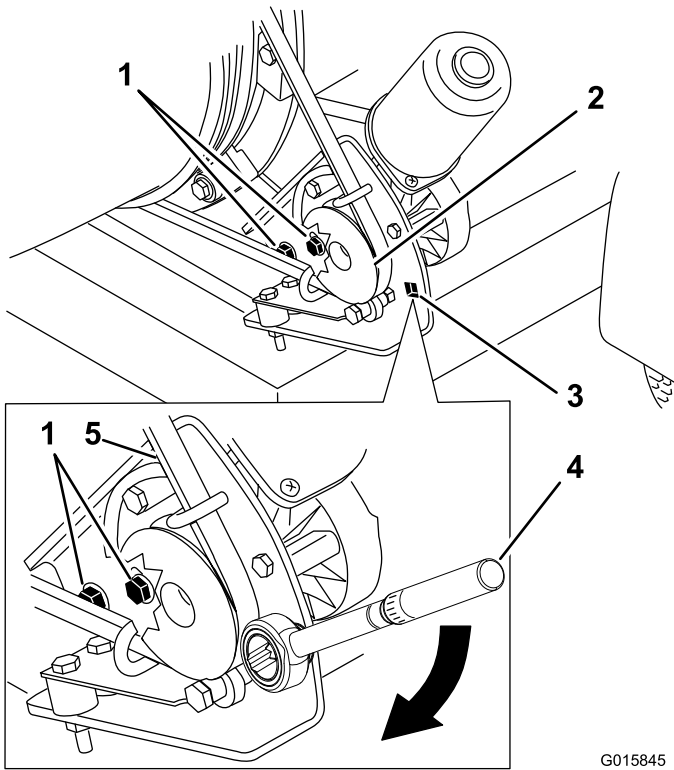

Figura 33
1. Allentate i bulloni che fissano la staffa di supporto della puleggia al telaio del soffiatore (Figura 33).
2. Posizionate una chiave torsionometrica nella staffa di supporto della puleggia (Figura 33).
3. Girate la staffa di supporto della puleggia allontanandola dall'ugello del soffiatore finché la chiave torsionometrica non registra un valore tra 22,6 e 26,0 N·m (Figura 33).